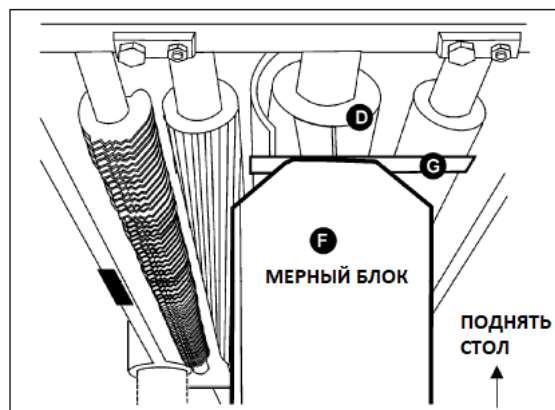

Рис. 26
3. Установите мерный блок (F, см. Рис. 26) на столе непосредственно под строгальным валом (D, см. Рис. 26).
4. Используя щуп толщиной 0,81 мм (G, см. Рис. 26), поднимайте рабочий стол, пока нож не коснется щупа, когда нож находится в самом нижнем положении. Больше не изменяйте положение рабочего стола, пока не отрегулируете ролик разгрузки.